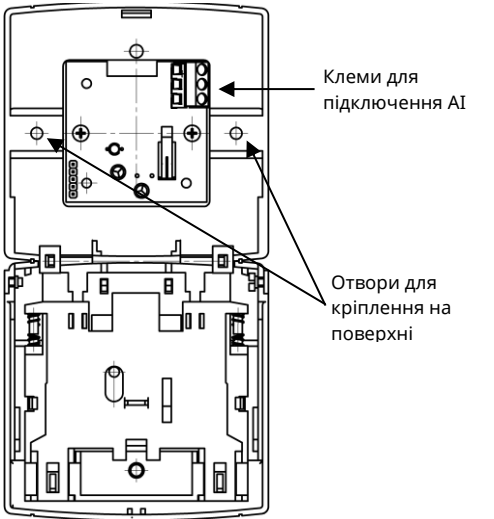

Рисунок 4.1 – Підключення АІ до клем кнопки
4.1 Підключати кнопку до СПСА слід згідно з Рис. 4.1. Щоб закріпити кнопку на робочій поверхні і підключити АІ, необхідно за допомогою спеціального ключа (Рис. 6.2) відкрити кришку корпусу.
На Рис. 4.1 показано розташування клем для підключення АІ в обох виконаннях кнопки. Мінусові дроти АІ підключають до клем «L-», плюсові дроти АІ підключають до клем «L+» (плюсові дроти АІ – дроти АІ, приєднані до клем L1-Lx ППКП, мінусові дроти АІ – дроти АІ, приєднані до клем G1-Gx ППКП).